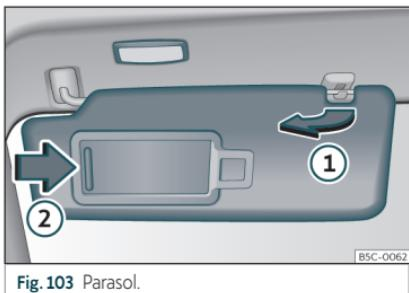

Fig. 103 Parasol.
- El parasol puede extraerse de la fijación y girarse hacia la puerta >>> **fig. 103 ①**.